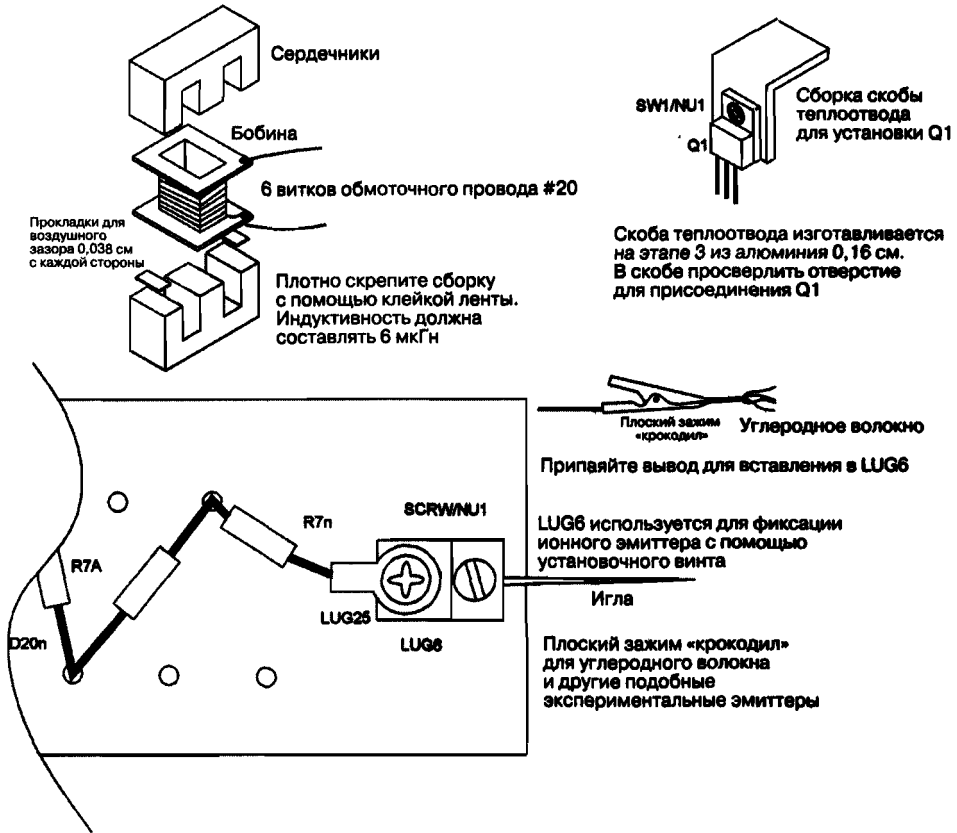

Рис. 22.4. Дроссель подачи тока L1 и скоба теплоотвода
- Изготовьте металлический теплоотвод в виде скобы для транзистора Q1 из алюминия 3,81×1,9×0,16 см, как показано на рис. 22.41.
- Соберите дроссель L1 (см. рис. 22.4).